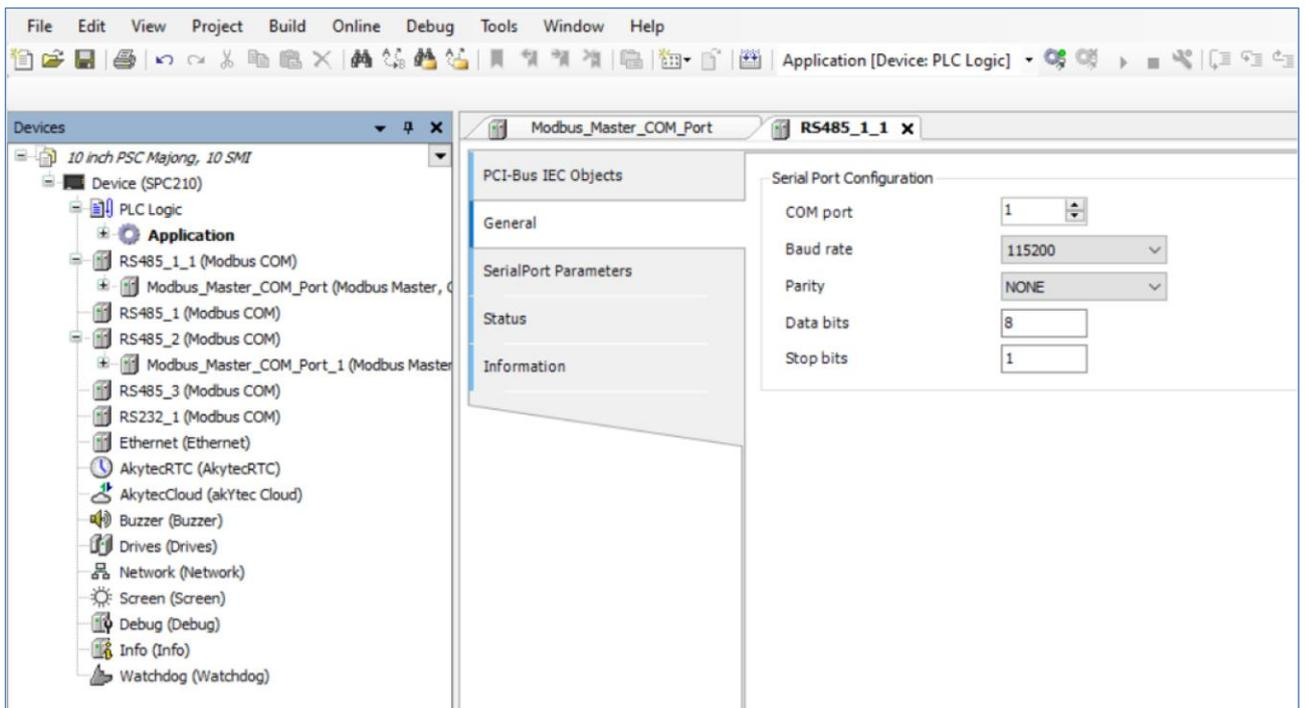

Abb. 15.5
1.4. Öffnen Sie die Komponente **RS485_1 (Modbus COM)** (Abb. 15.5).